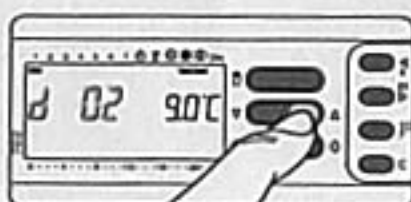

Fig. 59
**10.6** - Premere il pulsante **V** oppure **A** (fig. 59) sino a raggiungere il numero di giorni desiderato da 1 a 99.